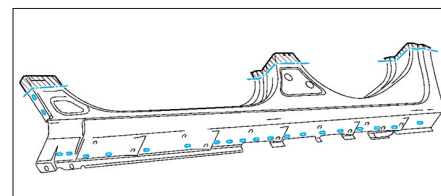

FIG. 31
- Effectuer des trous oblongs de 5 x 18 mm (Fig.31).